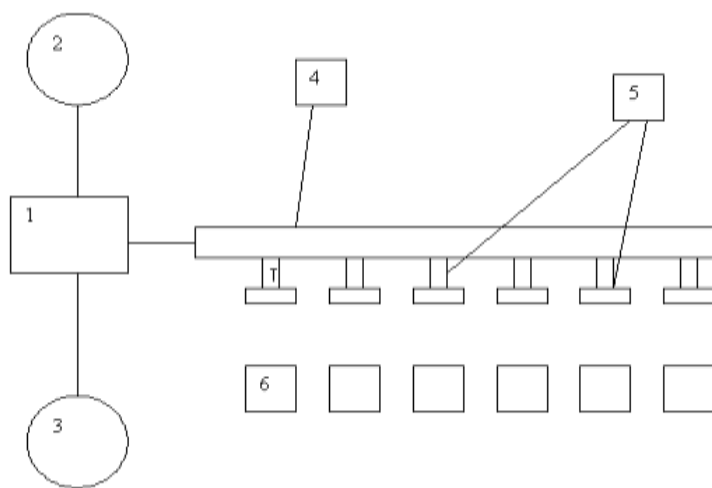

Рис. 2.4. *Схема лабораторної установки для визначення напірно-витратних характеристик крапельниць:*
4. В робочому зошиті зробити позначення до схеми лабораторної установки (рис.2.4).